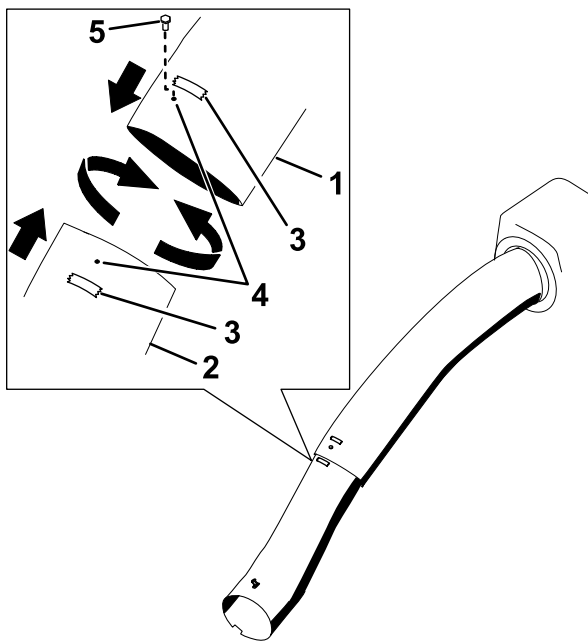

Bild 30
- E. Schieben Sie das obere und untere Auswurfrohr zusammen (Bild 30).
- F. Drehen Sie das obere Rohr so, dass das Ende in der Abdeckung zur Mitte der Abdeckung zeigt (Bild 30).
- G. Behalten Sie die ungefähre Position des oberen Auswurfrohrs bei, wenn Sie die Löcher im oberen und unteren Kanal ausfluchten (Bild 30).
- H. Stecken Sie eine Schraube (1/4" x 3/4") durch eines der Löcher, damit die oberen und unteren Rohre ausgefluchtet bleiben (Bild 30).
- I. Markieren Sie jedes Rohr neben der Schraube mit Band (Bild 30).
- L. Schieben Sie die Rohre zusammen und fluchten Sie die mit dem Band markierten Löcher aus (**Bild 30**).
- M. Befestigen Sie die Rohre an allen Löchern mit den Schrauben (1/4" x 3/4") und Sicherungsmuttern (1/4") (**Bild 30**).